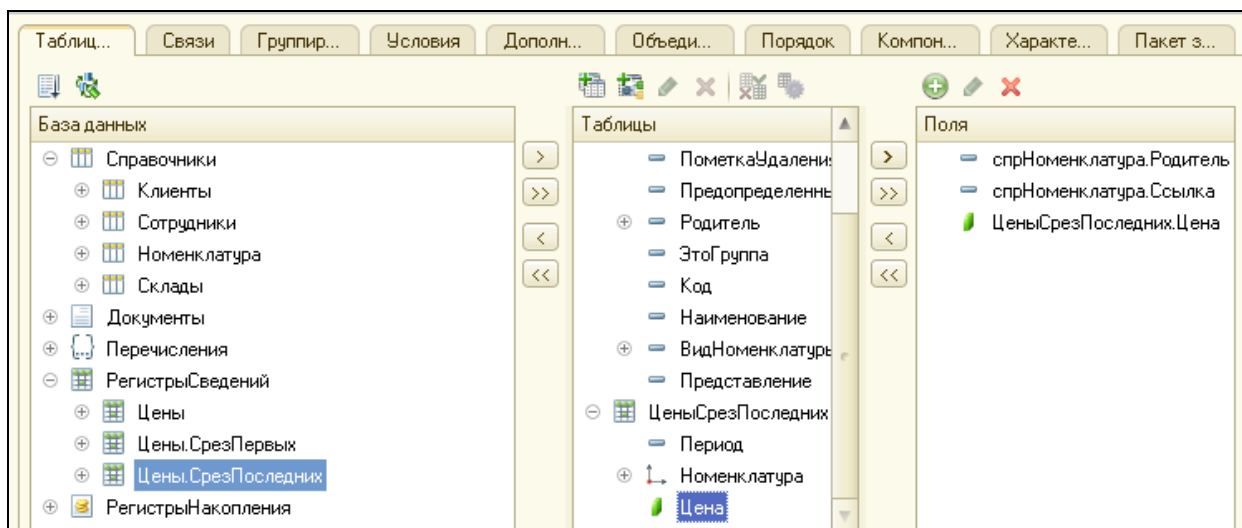

Рисунок 4.42 Выбор полей для отчета из таблиц
5. Выбрать из таблицы поля **СпрНоменклатура.Родитель**, **СпрНоменклатура.Ссылка**, **ЦеныСрезПоследних.Цена** (рис. 4.42).